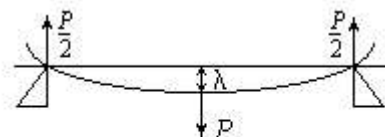

Рис. 26
**Теоретичні відомості та опис приладів.** Визначити модуль Юнга можна методом прогину стержня, який обома кінцями опирається на тверді опори і навантажений посередині вантажем певної ваги. Дія цієї сили викликає деформацію прогину (рис. 26). У цьому випадку величина деформації характеризується так